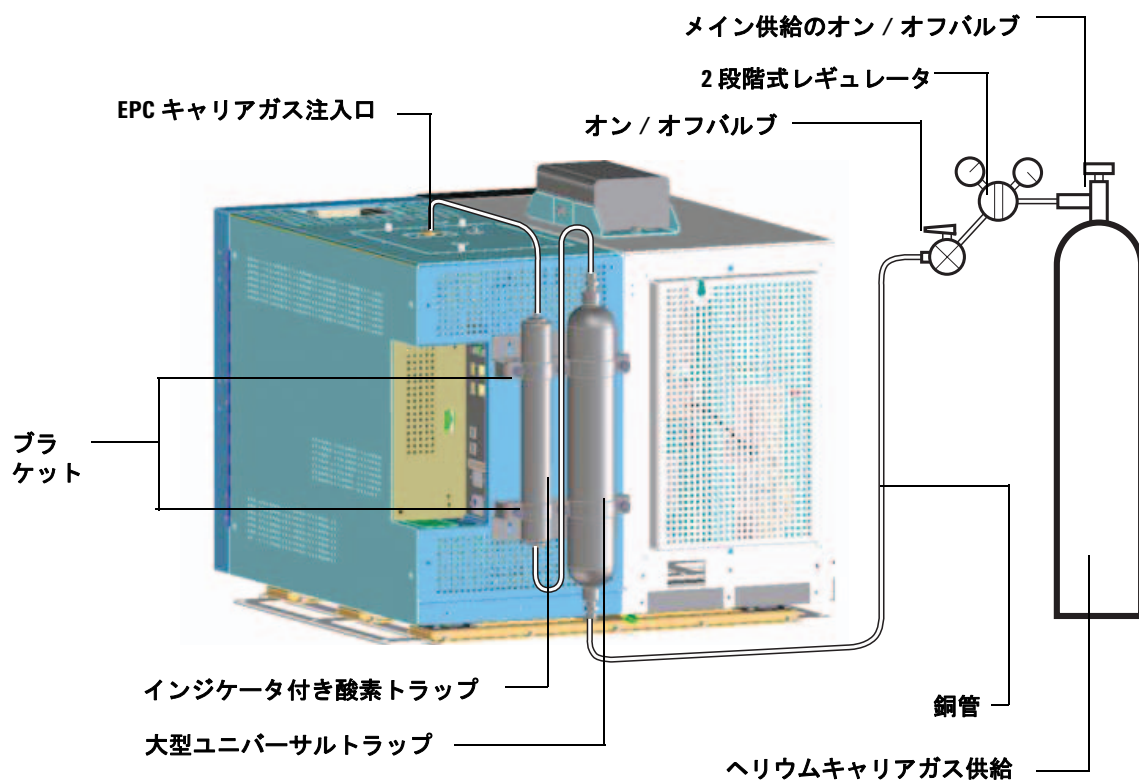

図 3 ヘリウムラインの接続
- 5 SHIPPING キットにある 1/8 インチ銅管の残りを使用して、キャリアガス供給ラインのオン/ オフバルブに接続します (図 3)。このラインのもう一方の端は、ラインをパージした後、大型ユニバーサルトラップの注入口に接続します。本セクションでは余分な配管は巻いたままにして、現地据付で伸ばして使用できるようにします。